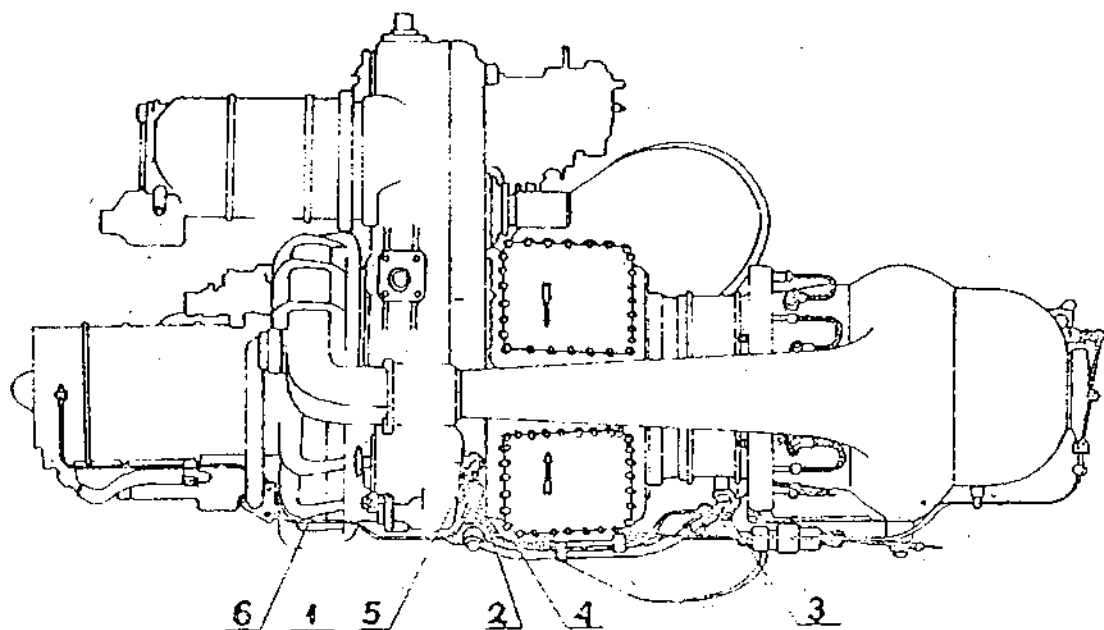
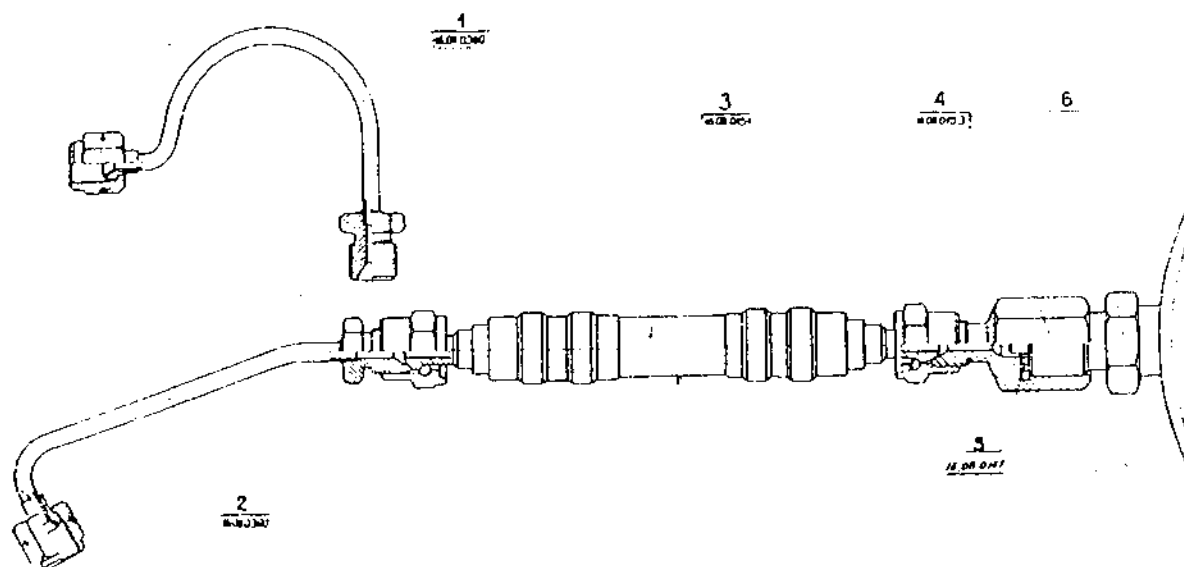

Рис. 6.17. Вид двигателя.
Рис. 6.20. Узел замера давления масла.
I6.3.4. Отсоединить от двигателя шланг подвода масла из маслобака. Специальную трубку I6.08.0320 с установленным в неё приёмником поставить на двигатель, закрепив гайку 2 на штуцере подвода масла к двигателю (штуцер I рис. 6.17.).
И6.3.6. В местах подсоединения 2 и 3 (рис. 6.17.) поочередно вывернуть штуцера, соединяющие масляную трубку 4 с маслофильтром и сопловым аппаратом I ступени свободной турбины, а вместо них ввернуть штуцера И6.08.0148 (рис. 6.19.).
16.3.7. К наконечникам пистолетов И6.08.0148 подсоединить специальные трубки с резиновыми шлангами и манометрами класса точности 0,6 с диапазоном замера величины давления 0—4 кг/см² с ценой деления 0,02 кг/см² (рис. 6.20.).
(рис. 6.17.) подвода масла к III опоре.
P_2 - давление масла на выходе из штуцера 2 (или 5 рис. 6.17.) за масляным фильтром двигателя.
P_3 - давление масла на входе в штуцер 3 (рис. 6.17.) перед III опорой.
И6.3.14. Для более удобного выполнения работ согласно пункту И6.3.6. на правом двигателе допускается замер перепада давления ΔP на штуцерах 5 и 3 вместо штуцеров 2 и 3 (рис. 6.17.).
С этой целью штуцер И6.08.0148 (рис. 6.19.) на правом двигателе вместо штуцера 2 необходимо установить в штуцер 5 (рис. 6.17.) и к этому штуцеру подсоединить трубку (рис. 6.20.) с резиновым шлангом и манометром.
В случае, если при таком замере величина расхода масла будет укладываться в диапазоне 1,0-1,3 л/мин, то необходимо произвести замер величины перепада давления ΔP на штуцерах 2 и 3 (рис. 6.17.), после чего принять решение о возможности дальнейшей эксплуатации двигателя. В случае определения величины ΔP на штуцерах "5 и 3" и "2 и 3" конечную оценку величины расхода масла через III опору делать по величине ΔP , определенной в штуцерах "2 и 3" (рис. 6.17.).